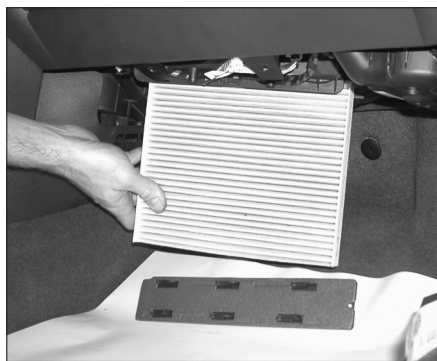

FIG. 3
- Dégager le filtre par le dessous (Fig.3).